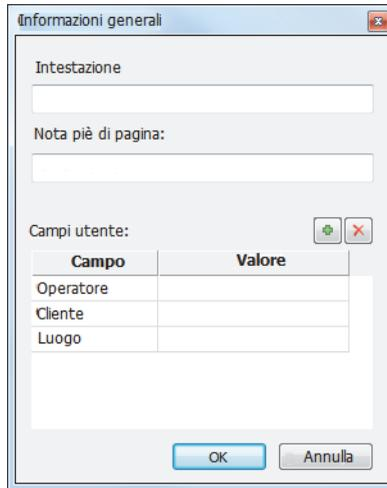

Figura 6-6 Esempio della finestra di dialogo Informazioni generali
2. Nella finestra di dialogo **Tabella indicazioni** cliccare su **Info. generale** per aprire la finestra di dialogo **Informazioni generali** e personalizzare il rapporto HTML (vedi Figura 6-6 a pagina 188):